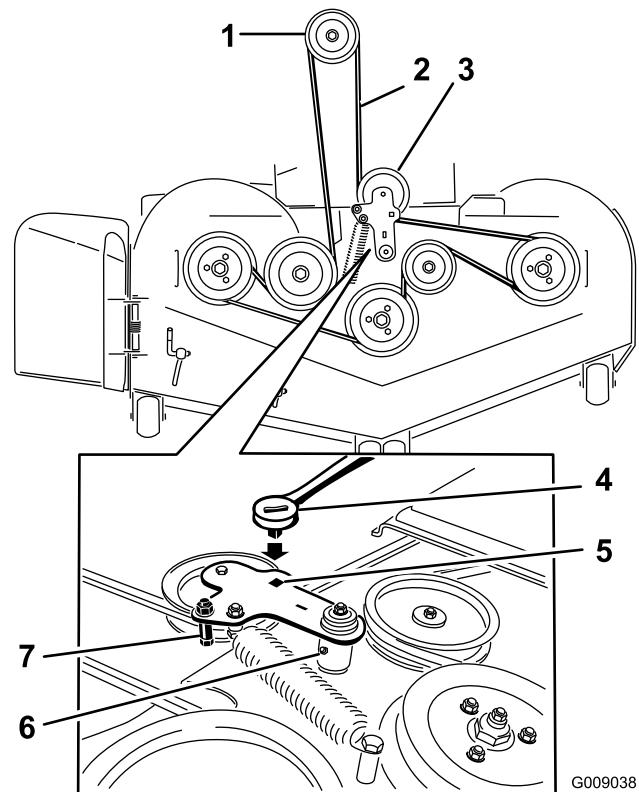

Bild 61
7. Setzen Sie eine Ratsche in das rechteckige Loch im Spannarm ein, um die Spannung an der Spannscheibenfeder zu lösen (Bild 61).
9. Nehmen Sie die Riemschutzvorrichtung am gefederten Spannarm ab, wie in Bild 61 dargestellt.
11. Verlegen Sie den neuen Riemen um die Mähwerk- und Bremsscheiben unter dem Motor (Bild 61).
12. Nehmen Sie die Riemenführung am Spannarm ab, wie in Bild 61 dargestellt.
13. Setzen Sie die Spannscheibenfeder mit der Ratsche im rechteckigen Loch ein (Bild 61).